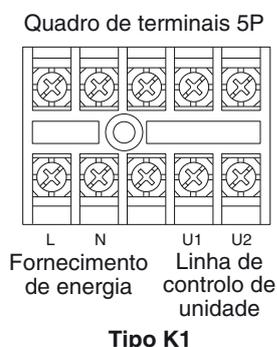

Fig. 4-2
- (1) Consulte a Secção 4-2. “Comprimento e diâmetro do fio recomendado para o sistema de fornecimento de energia” para a explicação de “A”, “B”, “C”, “D” e “E” nos diagramas acima.
- (2) O diagrama de ligação básica da unidade interior mostra os quadros de terminais e, portanto, os quadros de terminais no seu equipamento podem diferir do mostrado no diagrama. (Fig. 4-2)
- (3) O endereço do circuito do refrigerante (R.C.) deve ser definido antes de ligar a alimentação.
- (4) Com respeito à definição do endereço R.C., consulte as instruções de instalação fornecidas com o telecomando (opcional). A definição automática do endereço pode ser executada automaticamente pelo telecomando. Consulte as instruções de instalação fornecidas com o telecomando (opcional).